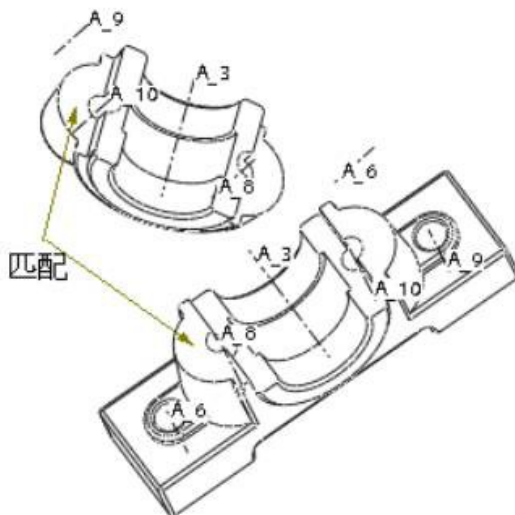

图 15-2 装配滑动轴承盖
3. 装配滑动轴承盖。如图 15-2 所示，对箭头指示的两个平面使用“匹配”约束、分别对两个零件模型的基准轴线“A_10”、“A_8”使用“对齐”约束。